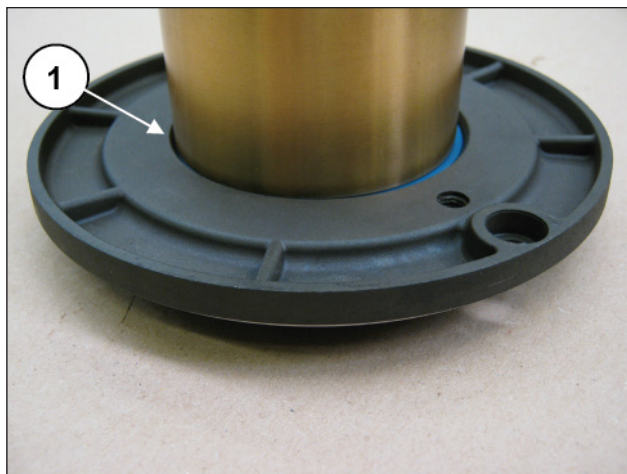

Fig. 137
Monte o anel de estanqueidade radial na cobertura da vedação do óleo (pos. ①, Fig. 137) mediante o uso de tampão ou outra ferramenta (ferramenta específica, cód. 27643500).